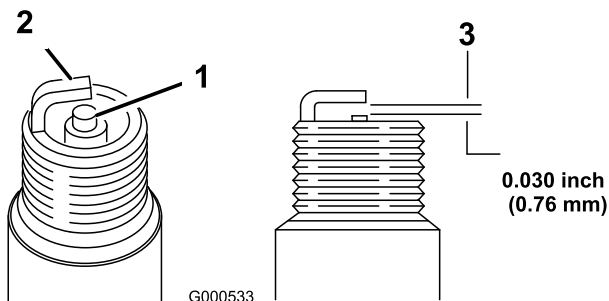

Figura 45
1. Verifique o centro das velas de ignição (Figura 45).
2. Verifique a lacuna entre os eletrodos central e lateral (Figura 45) e dobre o eletrodo lateral se a folga não estiver correta.